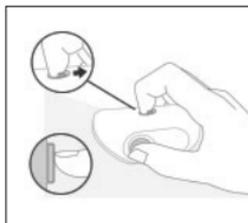
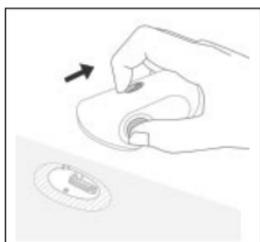

Рисунок 12.
Рисунок 13.
- Перемістіть запобіжник в розблоковане положення. Тримайте аплікатор нерухомо та натисніть кнопки фіксатора, щоб вставити датчик. Після вставлення датчика обережно дістаньте аплікатор із датчика. Викиньте аплікатор у контейнер для медичних відходів. (Рисунок 12 і Рисунок 13).